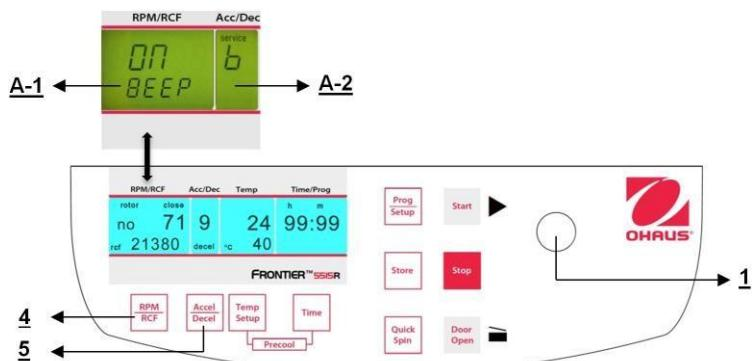

Figura 38
Después de presionar el botón "RPM | RCF" (4), puede encender el sonido del teclado (On) o apagarlo (Off) con la perilla de ajuste (1). (Vea la Figura 38.)